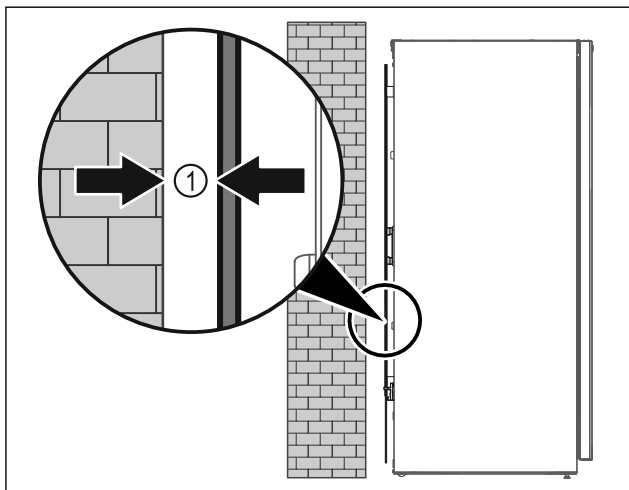

Fig. 8
- ▶ Állítsa fel a készüléket szabadon a helyiségben, vagy közvetlenül a fal mellé legalább 5 mm Fig. 8 (1) minimális távolságban.